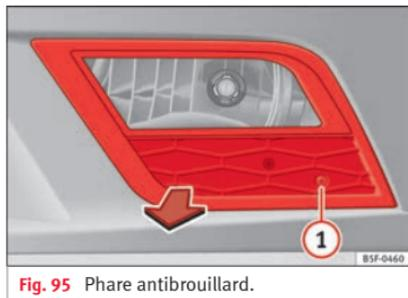

Fig. 95 Phare antibrouillard.
- Retirez la vis »» fig. 95 ① de la grille du phare antibrouillard à l'aide d'un tournevis.